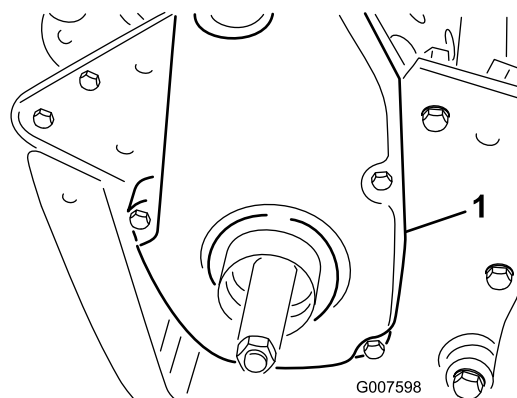

Figura 40
1. Retire las fijaciones de la cubierta de la correa y la cubierta para tener acceso a la correa (Figura 40).